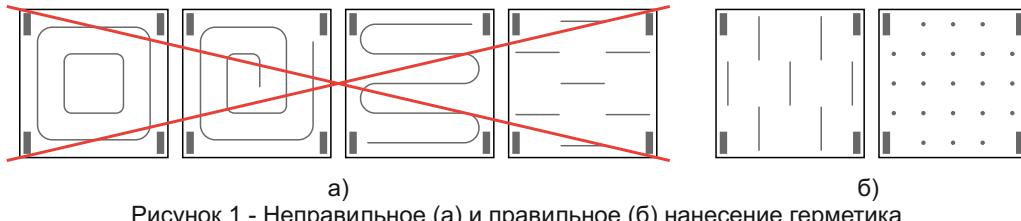

Рисунок 1 - Неправильное (а) и правильное (б) нанесение герметика на поверхность зеркала
- 3.4. Нанести герметик равномерно по всей поверхности зеркала вертикальными полосами (см. рис. 1) диаметром 4..6 мм либо точечно с отступом от края не менее 30 мм для предотвращения вытекания герметика. Многим герметикам для отверждения требуется доступ к влаге из воздуха, поэтому полосы рекомендуем располагать в шахматном порядке, при этом они не должны образовывать замкнутые либо протяженные линии. Поэтому необходимо обеспечить разрывы 30..50 мм через каждые 150..200 мм полосы.